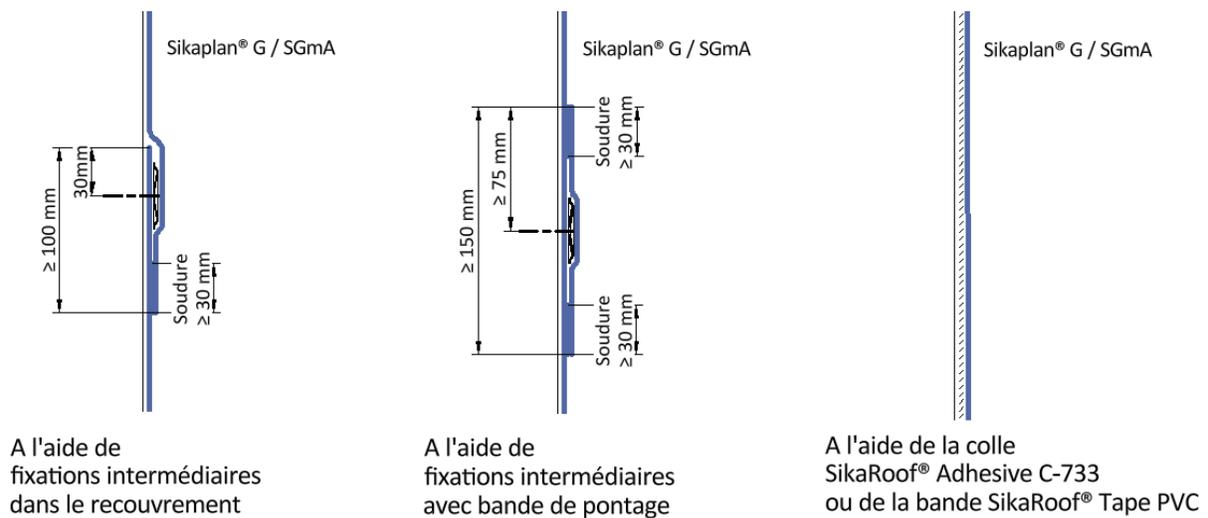

Figure 9 : Traitement des relevés d'étanchéité de hauteur > 500 mm
- Soit fixée mécaniquement par des lignes de fixations intermédiaires, espacées au maximum de 500 mm. Ces lignes de fixations peuvent être réalisées dans le recouvrement (voir figure 9) ou par fixations traversantes sous bande de pontage.